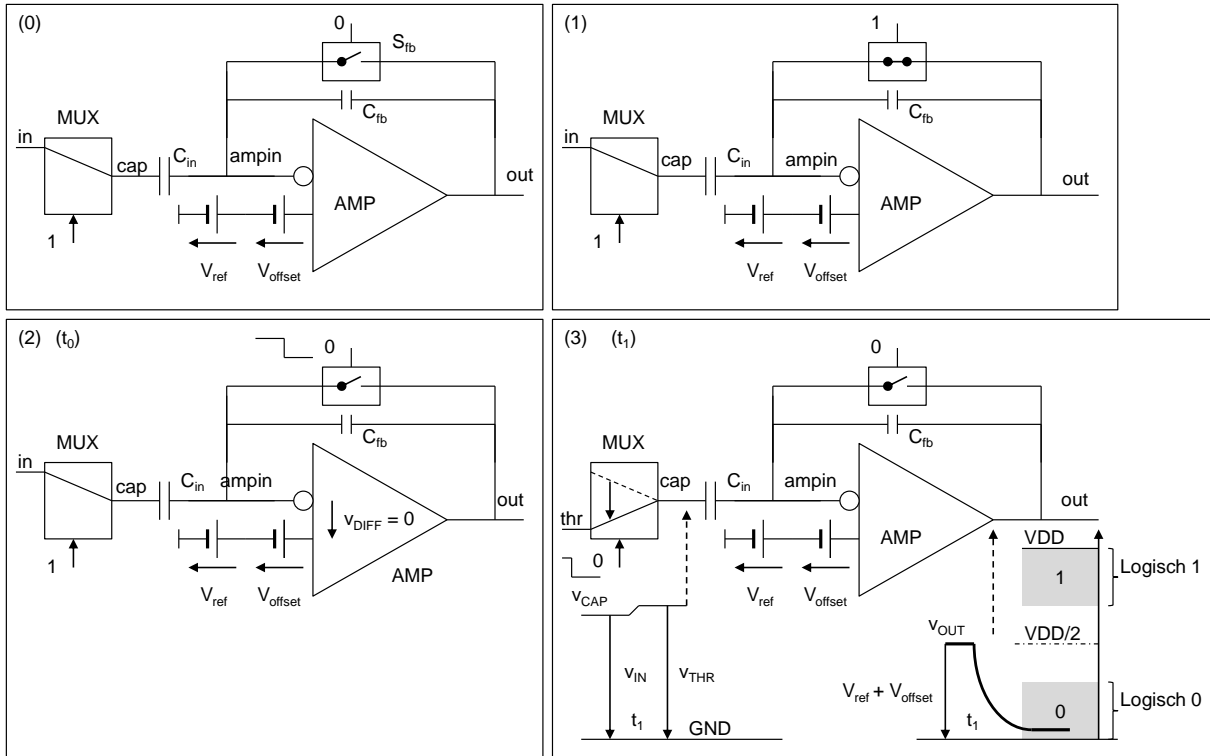

Abbildung 34: Getakteter Komparator mit Offsetkompensation
Abbildung 34 zeigt den getakteten Komparator in vier Takt-Phasen.
Im reset-Zustand (Abbildung 34 (1)) ist der Schalter S_{fb} geschlossen und die Rückkopplung führt zu:
Nach dem Öffnen vom S_{fb} ($t = t_0$) (Abbildung 34 (2)) bleiben die Potentiale v_{AMPIN} und v_{OUT} unverändert.
Wie im Falle vom Spannungsverstärker, erzeugt das Analogmultiplexer MUX eine Spannungsstufe am Knoten cap. Potential v_{CAP} ändert sich von $v_{IN}(t_1)$ auf V_{thr} , wenn, im $t = t_1$, track von 1 auf 0 geht (Abbildung 34 (3)).
In unserem Beispiel (Abbildung 34) haben wir angenommen, dass $v_{IN}(t_1)$ ein Bisschen unter der Schwelle V_{thr} liegt. In dem Fall sollte die Ausgangsspannung: